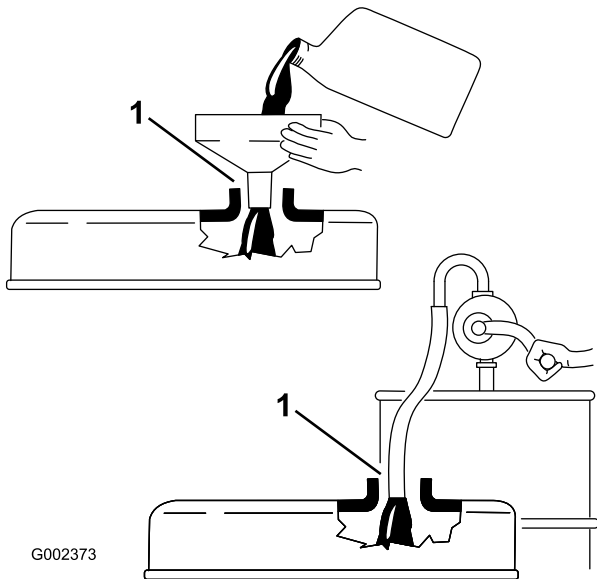

図 21
**重要** エンジンオイルを補給する時には、補給口とジョウゴなどの間に 図 21 に示すようなすき間が必要です。これは補給の際に通気を確保し、オイルがブリーザー内部に侵入しないようにするためです。